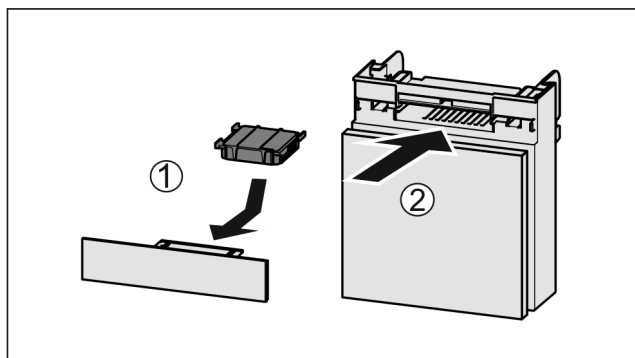

Fig. 228
- ▶ Aktivkohlefilter nach Abbildung einsetzen Fig. 228 (1).
- ▶ Fach einschieben Fig. 228 (2).